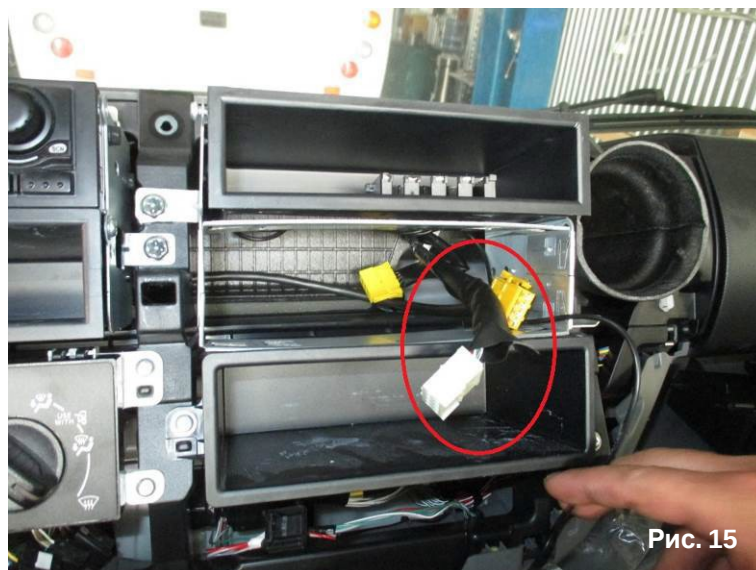

Рис. 15
4.11) Собрать разъём питания Устройства (за исключением контактов подключения к CAN). Расположить разъёмы для подключения Устройства типов А и В в месте, выбранном для установки Устройства (рис. 15).